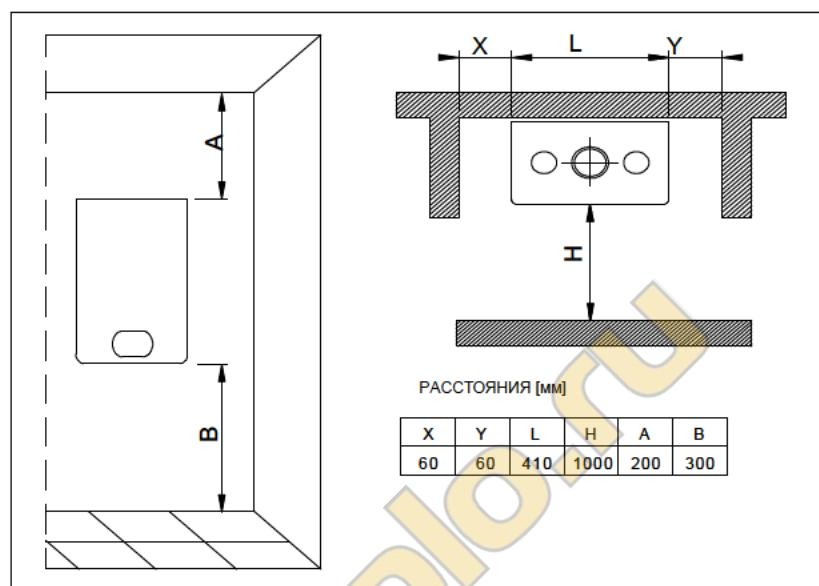

Рис. 1
**A.** Поместите упакованный прибор на пол (см. рис. 1), убедившись в том, что стрелка «верх» обращена вниз. Удалите скобы и откройте четыре откидные створки коробки.
В целях обеспечения доступа к внутренней части котла для технического обслуживания важно соблюдать необходимые зазоры, указанные на рис. 1. Для упрощения установки котел поставляется с шаблоном, посредством которого подготавливаются трубные соединения перед креплением прибора к стене.